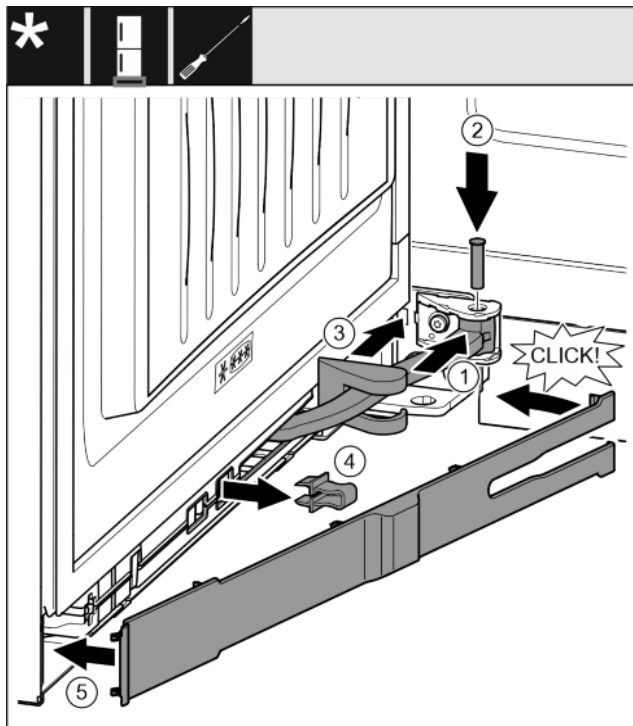

*Fig. 37*
- ▶ Forgassa a csuklót a felfüggesztésbe. *Fig. 37 (1)*
- ▶ Helyezze a csapszeget a felfüggesztésbe és a csuklóba egy T15 csavarhúzóval. Közben ügyeljen arra, hogy a bekattanó bütyök megfelelően illeszkedjen a horonyba. *Fig. 37 (2)*
- ▶ Tolja el a csapágybak fedelét a csukló mentén, és szerelje a felfüggesztés fölé. *Fig. 37 (3)*
- ▶ Vegye le a biztosítékot. *Fig. 37 (4)*
- ▶ Helyezze fel a lemezt a fogantyú felőli oldalra, és fordítsa be. *Fig. 37 (5)*